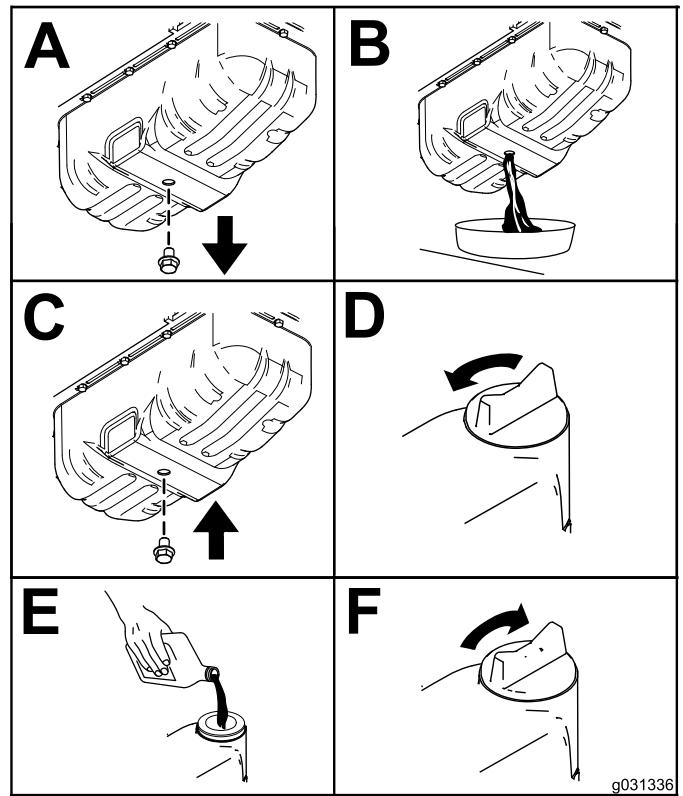

Рисунок 91
3. Произведите замену масла в двигателе, как показано на Рисунок 91.